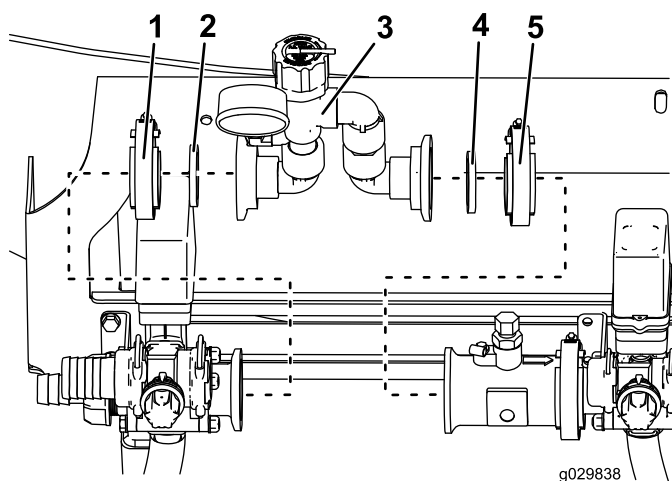

Figura 3
5. Instale la junta existente en el acoplamiento del conjunto de válvula de alivio de presión que se conecta a la válvula de agitación (Figura 3).
6. Instale la abrazadera sinfín existente sobre el conjunto de válvula de alivio de presión (Figura 3).
9. Instale la junta nueva en el acoplamiento abierto del conjunto de válvula de alivio de presión (Figura 3).
10. Instale la nueva abrazadera sinfín sobre el acoplamiento abierto del conjunto de válvula de alivio de presión (Figura 3).